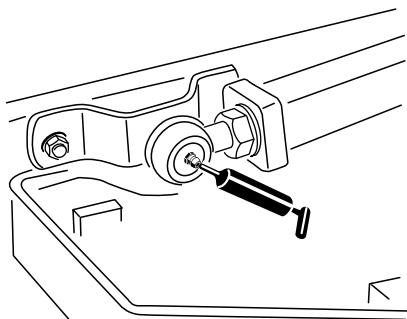

Figure 40
- 2 rotules de bras de levage (Figure 40)